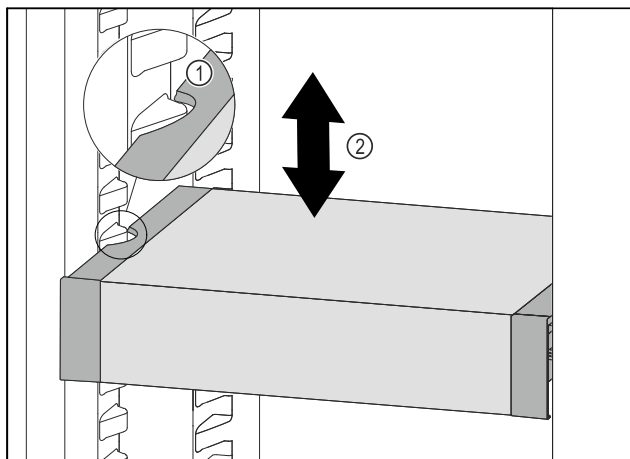

Fig. 103
- Táhněte VarioSafe dopředu, dokud nebudou boční vybrání VarioSafe na úrovni žebrování na nádoby v chladniče. Fig. 103 (1)
- Posouvejte VarioSafe v chladniče nahoru nebo dolů, dokud nedosáhnete požadované výšky. Fig. 103 (2)